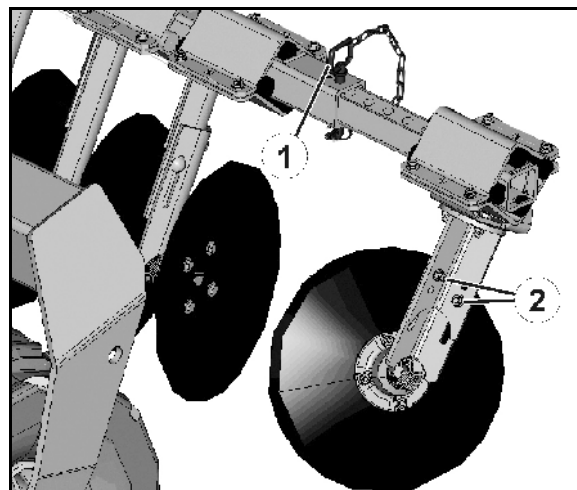

Bild 49
2. Lossa låssprinten och ta bort bulten (Bild 49/1).
2. Lossa skruvarna (Bild 49, Bild 50/2).